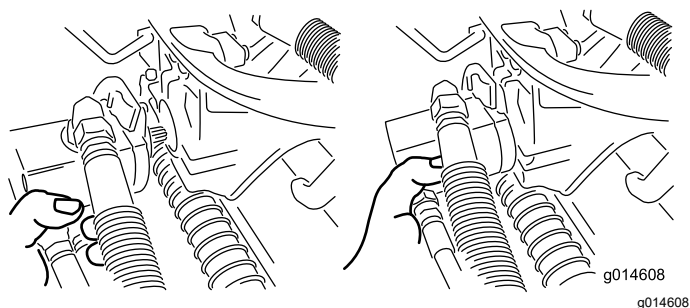

Figura 57
3. Mova o motor para o local de armazenamento na parte da frente do braço de suspensão (Figura 57).